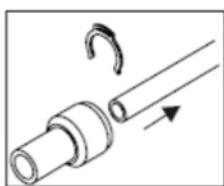

Fig. 3
- 3) Extrageti furtunul (Fig. 3).